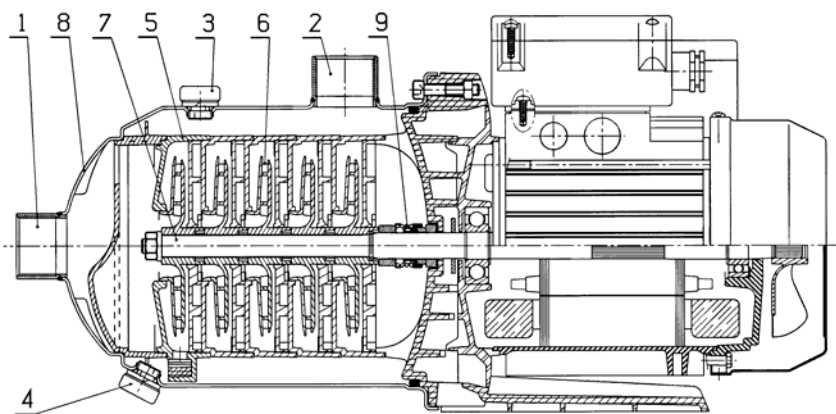

Рис. 1
- При вероятности замерзания системы и насоса или при длительном отключении в холодное время года рекомендуем слить воду из системы и из насоса. Для слива воды из насоса открутить сливной винт (рис. 1, 2, 3 поз. 4); для слива воды из всасывающей магистрали открутить винт отверстия для слива, для слива воды из напорного трубопровода открыть отверстие для слива. Не забыть открыть концевой клапан.